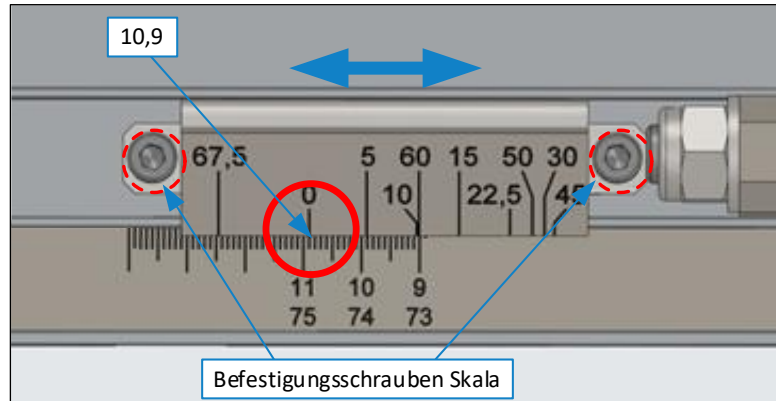

Abbildung 7: DSG-A justieren (4)
9. Das Längenmaß muss mit der Position „0“ ($\cong 90^\circ$) auf der Winkelskala übereinstimmen (\Rightarrow Abbildung 7).
10. Falls das Längenmaß nicht mit der Position „0“ übereinstimmt, den DSG-A Anschlag im geklemmten Zustand lassen, die Schrauben der Skala lösen und diese so weit verschieben, bis die 0 der oberen Skalenanzeige dem gemessenen Wert exakt entspricht und die Schrauben wieder anziehen (\Rightarrow Abbildung 7).
Beispiel: Wird bei der Einstellung 110 mm ein Materialstück geschnitten, es weist beim Nachmessen jedoch nur 109 mm auf, muss die Skalenanzeige so verschoben werden, dass die 0 mit dem Wert 10,9 ($\cong 109$ mm) auf der unteren Skala übereinstimmt (siehe \Rightarrow Abbildung 7).